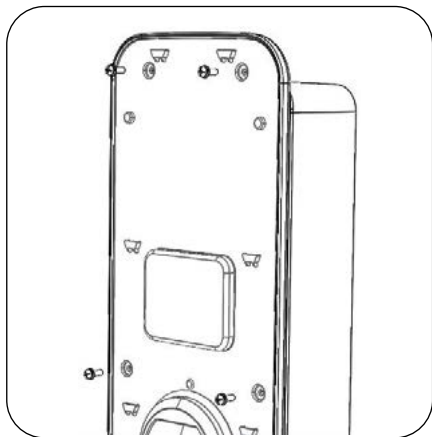

Figura 38
8. Richiudere il corpo del carica batterie e fissare con le relative viti (Figura 38).